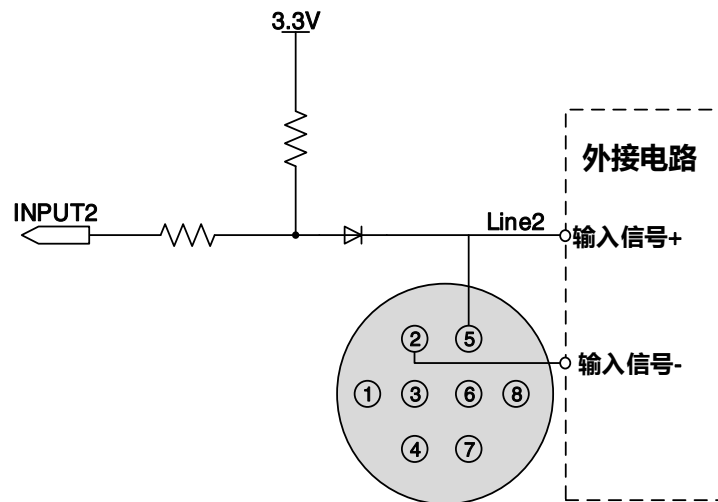

图 7-6 Line2 配置为输入引脚时相机内部等效电路
- Line2/3 配置为输入引脚时，相机内部等效电路如图 7-6，以 Line2 为例